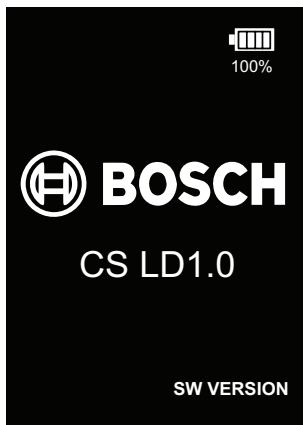

Abb. 22: Einschaltanzeige
- ! Das Ladekabel sofort abklemmen, wenn die folgende Meldung - siehe Abb. 22 - auf dem Bildschirm erscheint. Wird bei Erscheinen dieser Warnmeldung das Kabel nicht abgeklemmt und der Ladevorgang nicht beendet, kann dies einen Brand, eine Explosion und eine schwere Beschädigung oder Verletzung zur Folge haben!
- ! Wenn diese Meldung erscheint, muss das Gerät abgeklemmt bleiben, bis sowohl das Gerät als auch das Ladegerät wieder Umgebungstemperatur angenommen haben. Mindestens drei (3) Stunden verstreichen lassen, bevor versucht wird, das Ladegerät wieder anzuschließen.